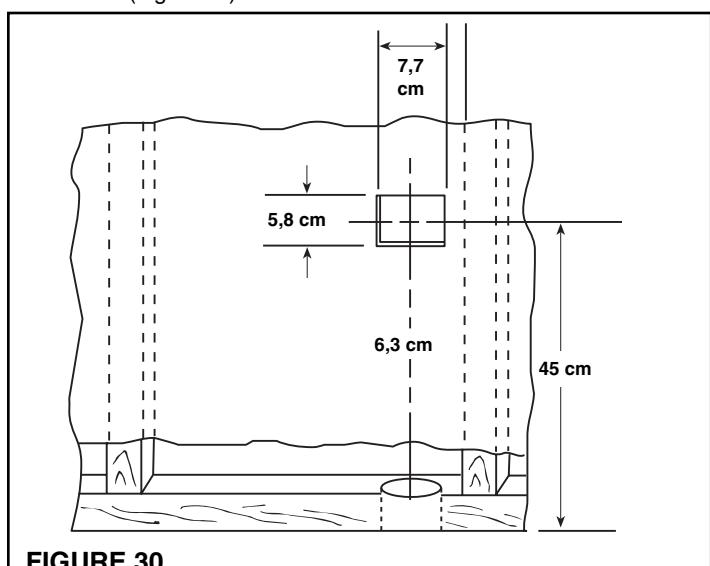

FIGURE 30
- S'il n'y a aucune obstruction, découpez une ouverture pour la prise dans le mur à approximativement 45 cm du sol. Assurez-vous que l'ouverture du mur et le trou de la tuyauterie de 6,35 cm de diamètre sont alignés (Figure 30).